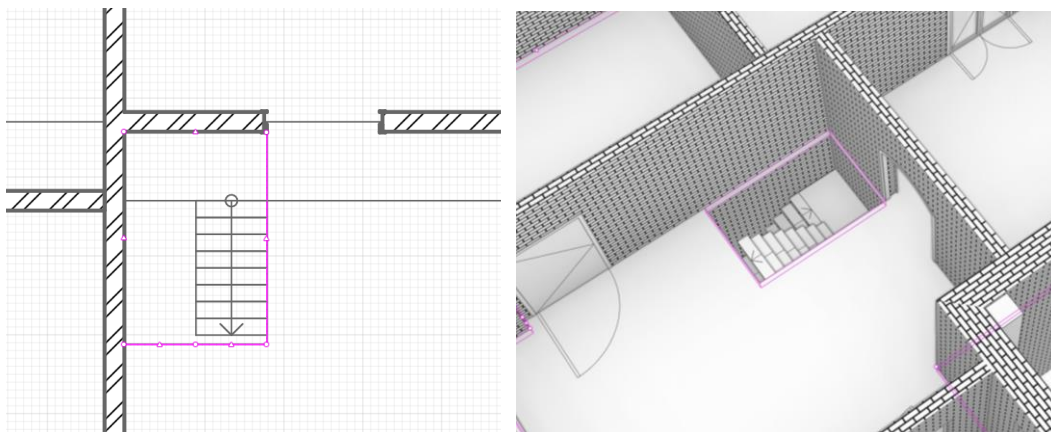

Рис. 6 Построение проёма
4. С помощью привязок построим проём (рис. 6). Чтобы закончить построение нажмем **ENTER**.